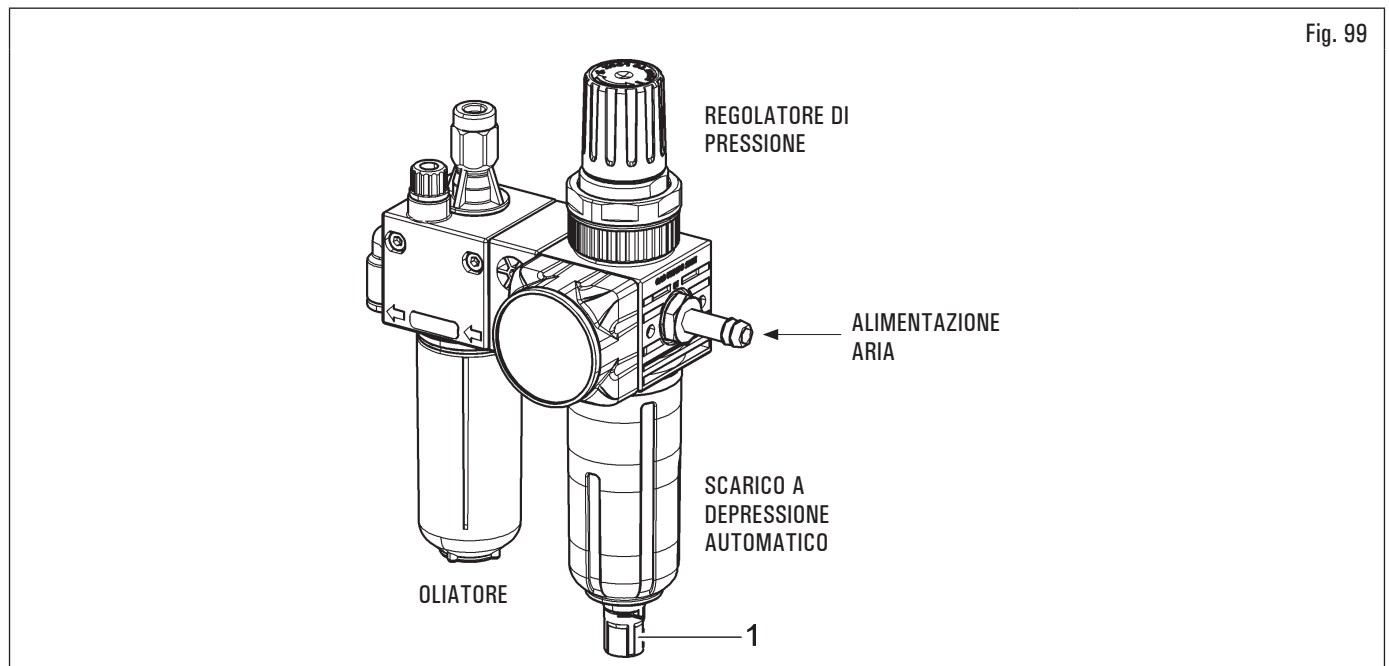

Fig. 99
- Il gruppo di condizionamento è dotato di uno scarico a depressione automatico quindi non necessita di nessun intervento manuale da parte dell'operatore (vedi Fig. 99).
Per garantire una buona funzionalità ed evitare la condensa nei gruppi trattamento aria con scarico semi-automatico, occorre verificare che la valvola (Fig. 99 rif. 1), situata sotto il tappo, sia nella posizione corretta. Il tappo deve essere ruotato correttamente per attivare una corretta funzione di scarico.